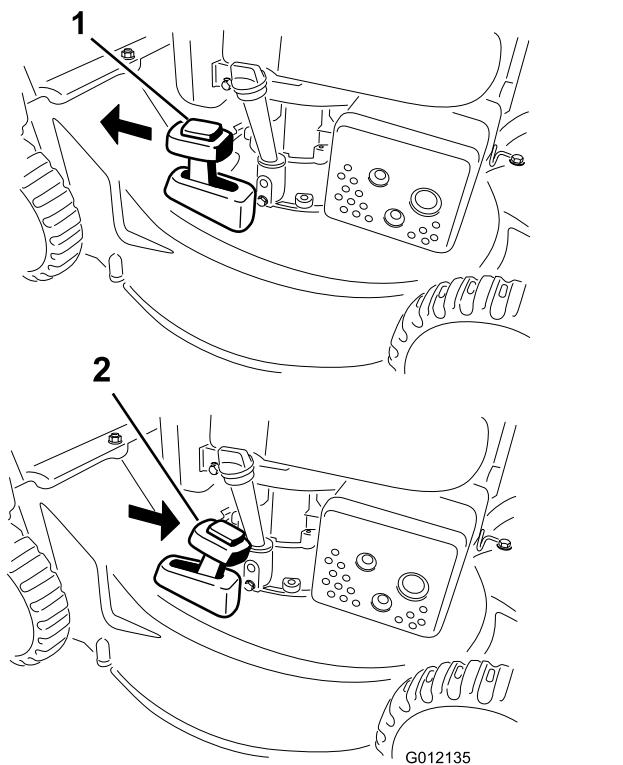

Рисунок 18
Для утилизации скошенной травы переведите рычаг включения сбора в травосборник в положение RECYCLING (Утилизация) (Рисунок 18).
2. Установите травосборник (см. раздел Установка травосборника \(страница 13\)) и переведите рычаг включения сбора в травосборник в положение BAGGING (СБОР В ТРАВОСБОРНИК), как показано на Рисунок 18.
Примечание: Если травосборник находится на машине, снимите его, прежде чем осуществлять задний выброс скошенной травы; см. раздел Демонтаж травосборника \(страница 13\). Рычаг включения сбора травы в травосборник должен быть в положении режима СБОР В ТРАВОСБОРНИК, как показано на Рисунок 18.